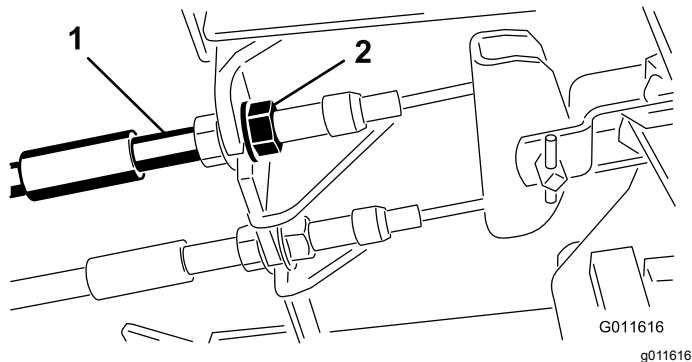

图43
1. 要缩短刹车踏板的自由行程可以通过松开刹车拉线螺纹端的前螺母紧固刹车图43。